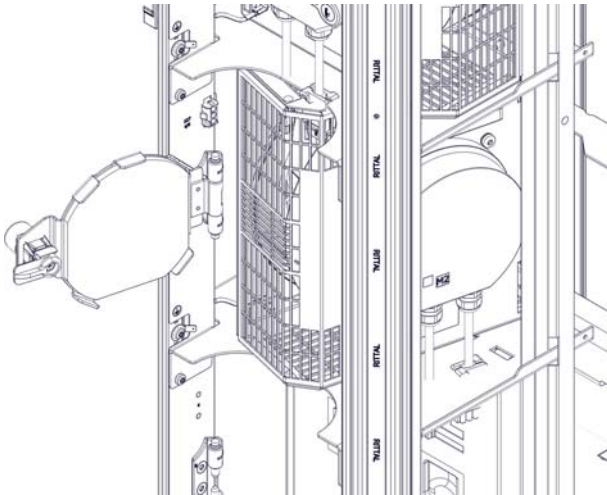

Рис. 39: Повернутый вентиляторный модуль в модульном отсеке
- Поверните вентиляторный модуль в отсеке против часовой стрелки на 90° (рис. 39).